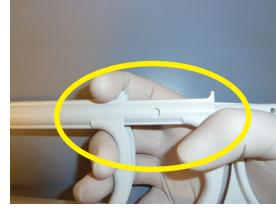
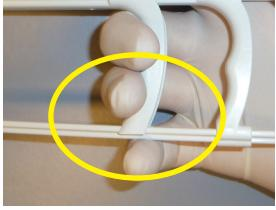

Abbildung 7
Abbildung 8
- Ziehen Sie langsam den ersten Trigger mit einer festen, nicht ruckartigen Bewegung zurück, indem Sie mit einer Hand den Griff halten und Ihr Daumen sich in einer festen Position befindet, Ihr Zeigefinger auf dem ersten Griff, wie in Abbildung 7 gezeigt und Ihr Mittelfinger sich auf dem mittleren Griff, wie in Abbildung 8 gezeigt, befindet.